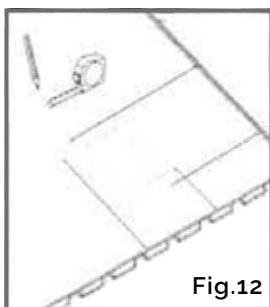

Fig.12
- Use um lápis para marcar no painel a localização da tomada, garantindo que capture todas as dimensões da tomada. (Fig. 12)